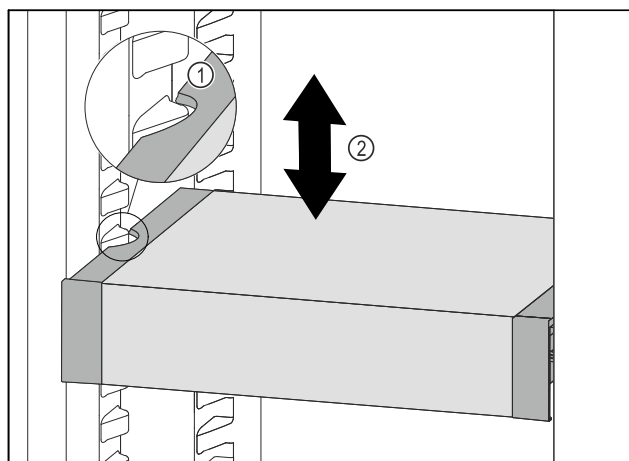

Fig. 77
- ▶ Tire del VarioSafe hacia delante hasta que los huecos laterales del VarioSafe se encuentren a la altura de la nervadura del recipiente en el compartimento del frigorífico. Fig. 77 (1)
- ▶ Mueva el VarioSafe hacia arriba o hacia abajo en el compartimento del frigorífico hasta alcanzar la altura deseada. Fig. 77 (2)